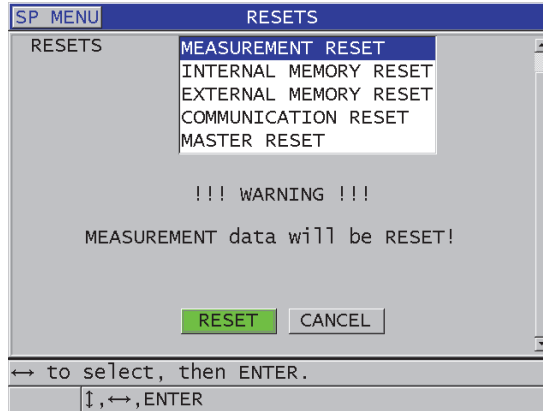

Figura 15-1 Activación de la función de reinicialización
3. En la pantalla **REINICIOS (RESETS)** [ver Figura 15-1 en la página 309]: